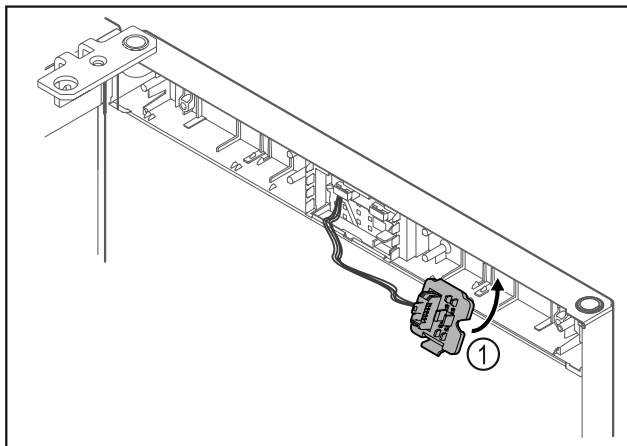

Fig. 21
- Zaklapněte držák zástrčky Fig. 21 (1) na protější straně.